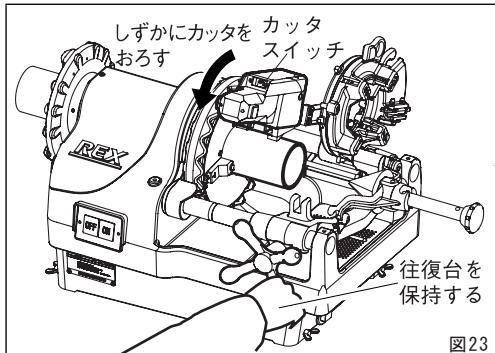

図23
③ パイプが回転をはじめたらカッタのスイッチをONにして、カッタをしづかにパイプにのせてください。切れ目が入り安定するまで往復台は保持しておきます。(図23)